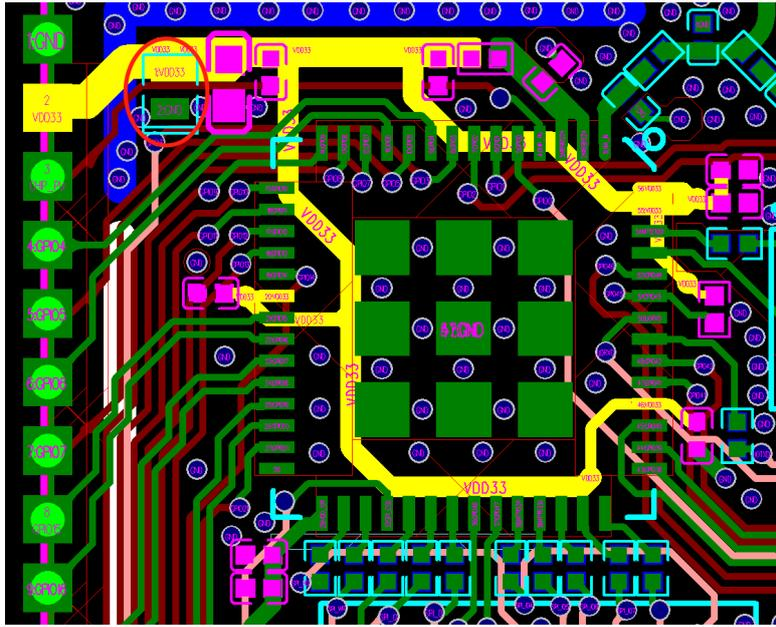

图 17: ESP32-S3 系列芯片四层板电源设计
- 图 17 中黄色高亮信号线即为 3.3 V 电源走线。主干电源走线的线宽建议至少 25 mil，模拟电源 VDD3P3 分支电源走线建议至少 20 mil，其他分支电源走线建议 10 mil。
- 图 17 左上半部分中红色圆圈标示的是 ESD 保护管，需靠近电源端口放置。电源走线进入芯片前需添加一个 10  $\mu\text{F}$  电容，该电容可与 0.1 或 1  $\mu\text{F}$  电容搭配使用。而后电源走线可在此分支，进行星形走线，减少不同电源管脚之间的耦合。所有的去耦电容请靠近对应电源管脚放置，去耦电容的接地管脚请靠近打地孔，保证较短的返回路径。
图 17 中因为模拟电源 VDD3P3 和芯片电源入口接近，因此只使用了一个 10  $\mu\text{F}$  电容。如果芯片电源入口不靠近 VDD3P3 管脚，请在芯片电源入口处和模拟电源 VDD3P3 处都添加一个 10  $\mu\text{F}$  电容，如果有足够空间，可以再预留一个 1  $\mu\text{F}$  电容。
- 如图 17 所示，如需在模组背面添加散热焊盘 EPAD，建议参考芯片 EPAD 的多宫格进行设计，间隙处盖油墨，地孔打在间隙处。这样可以有效地改善模组 EPAD 焊接至底板时因为溢锡及气泡导致的芯片移位问题。